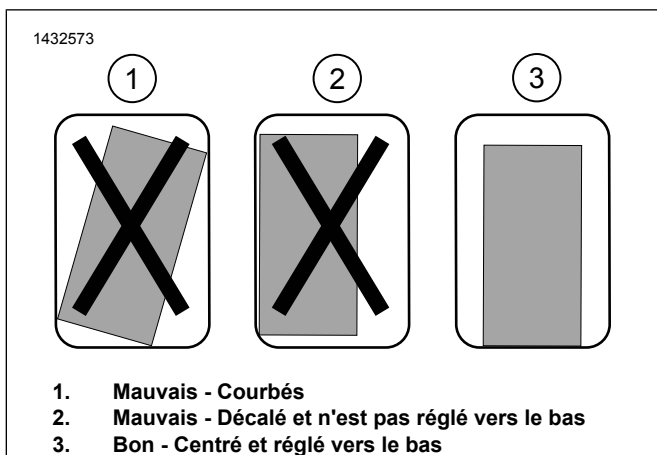

Figure 11. INSTALLATION DU SUPPORT DE MONTAGE
- a. Voir la Figure 11. Testez l'adaptation du support de montage. Le support doit être droit, centré et aussi près que possible du bas de la sacoche.
- c. Voir la Figure 11. Testez l'adaptation pour l'emplacement final pour assurer que support est droit, centré et aussi près que possible du bas de la sacoche.